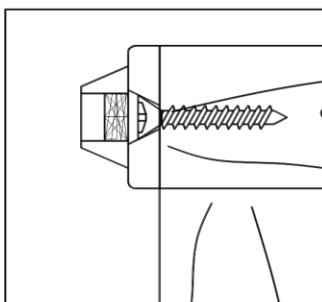

Figure 1
Utilisez un foret de 3/32 po pour percer des avant-trous dans le meuble sur les "marques des vis". Utilisez les DEUX (2) vis courtes pour fixer le support de montage côté meuble. Ce support de montage peut être installé à la verticale ou à l'horizontale, au besoin (voir la Figure 1).